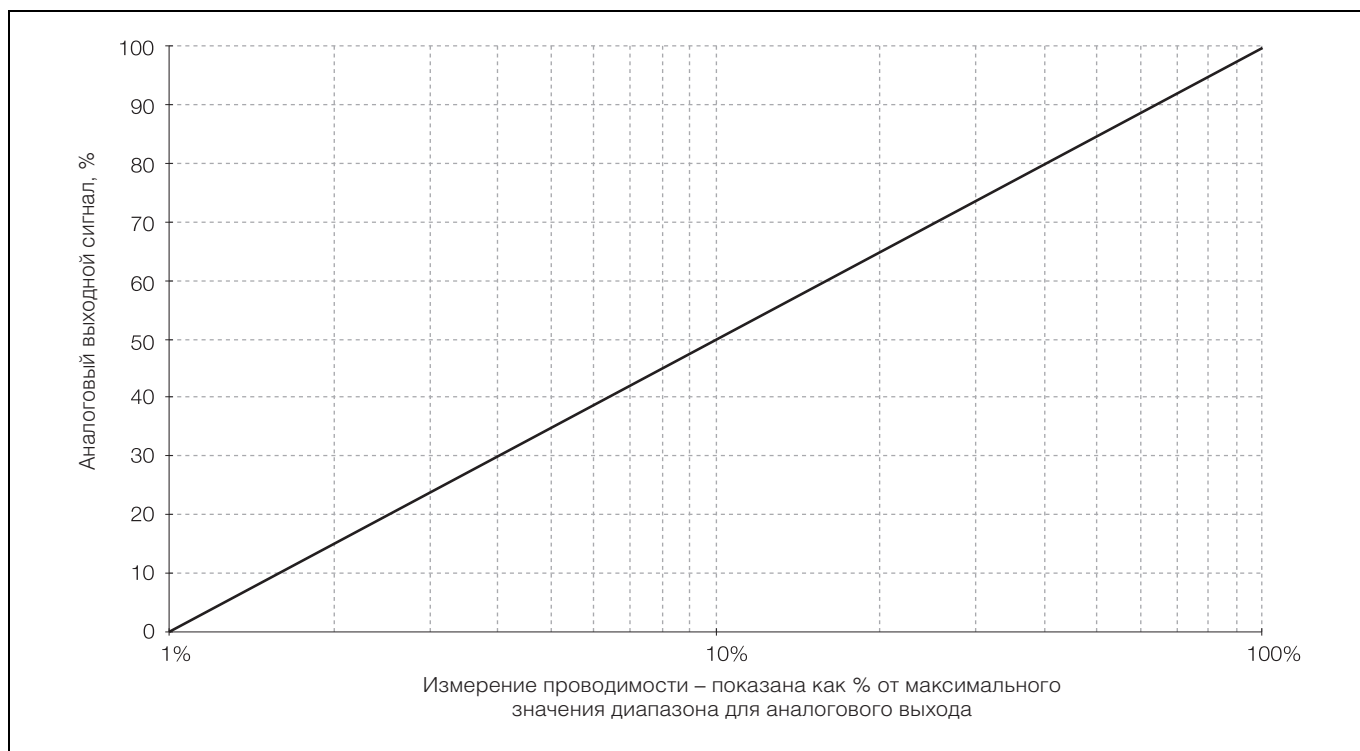

Рис. 5.7 Логарифмическая зависимость выходного сигнала (2-декадная)
- Log. 2** – Логарифмическая кривая, 2 декады – см. Рис. 5.7 на странице 39
5.6.2 Логарифмическая зависимость выходного сигнала (2-декадная) – Рис. 5.7